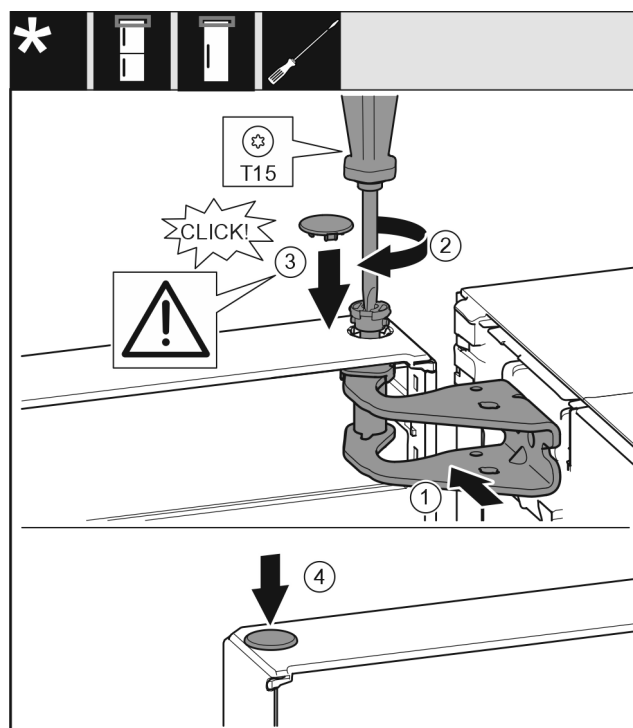

Fig. 22
- Tür oben zur Öffnung im Lagerbock ausrichten. Fig. 22 (1)
- Bolzen einsetzen und mit Schraubendreher T15 festschrauben. Fig. 22 (2)
- Sicherungsabdeckung zur Sicherung der Tür montieren: Sicherungsabdeckung einsetzen und Kontrollieren ob sie auf der Tür aufliegt. Ansonsten Bolzen vollständig einsetzen. Fig. 22 (3)
- Stopfen einsetzen. Fig. 22 (4)